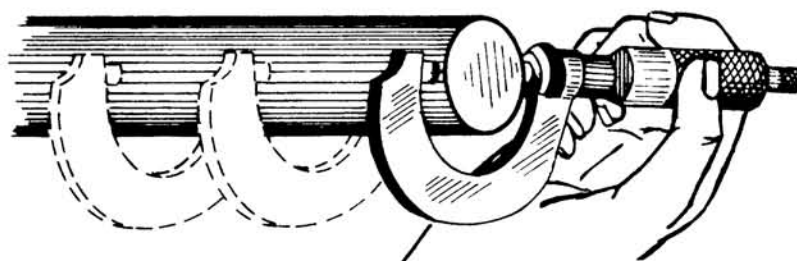

Fig. 4
- 1o Paso - *Mida con un micrómetro o calibre con nonio el diámetro del eje en un extremo (fig. 4).*